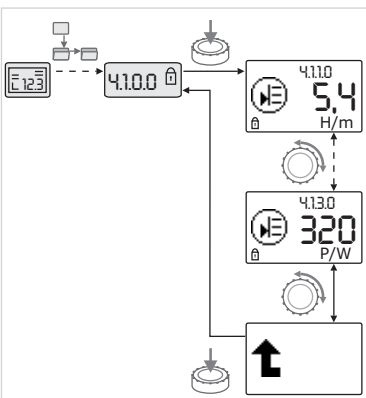

Fig. 41: Informationen abrufen
- Durch Drehen des roten Knopfs Menüelemente des Typs „Information“ des aktuellen Untermenüs ansteuern (siehe Fig. 41). Erläuterung der durch Symbole repräsentierten Einstellungen siehe Tabelle in Kapitel 8.7 „Referenz Menüelemente“ auf Seite 34.